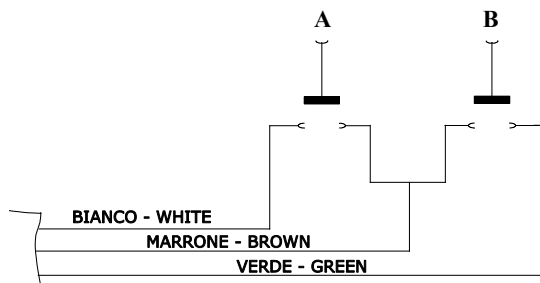

Fig. 2
Il collegamento dei cavi remoti è effettuata secondo con fig. 2.
Per accendere la lampada accesa o spenta, premere e rilasciare il pulsante "A" (fig. 2).
c) per raggiungere immediatamente l'intensità luminosa minima, premere il pulsante "B" (fig. 2). Quando si raggiunge la minima intensità di un segnale acustico viene emesso (1 beep).